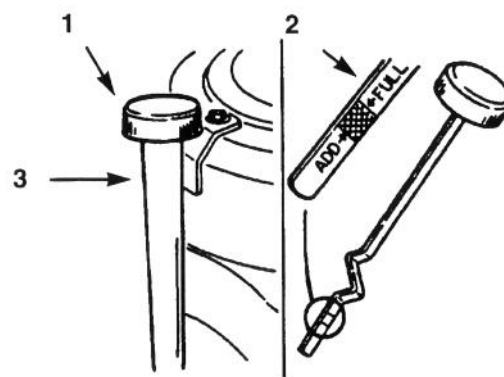

Figure 17
3. Nettoyer la surface autour de la jauge d'huile (Fig. 17) pour éliminer les saletés qui pourraient tomber dans le trou de remplissage et endommager le moteur.
4. Dévisser la jauge et essuyer la tige sur un chiffon propre (Fig. 17).
7. Verser lentement 80% approx. de la quantité d'huile spécifiée dans le trou de remplissage (Fig. 17). Contrôler alors le niveau d'huile; se reporter à la section "Contrôle du niveau d'huile", page 19.